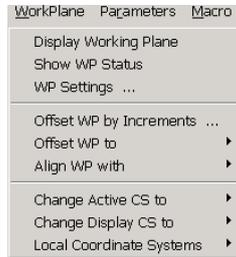

图1.9 【WorkPlane】菜单
- **【WorkPlane】** 菜单：主要用于对工作平面和坐标系的设置，如图 1.9 所示。例如：
可以使用【MenuCtrl】|【Edit Toolbar】菜单命令来创建工具按钮，单击此菜单后将出现如图 1.9 所示的对话框。工具按钮的命令格式为：***ABBR,SAVE_DB,SAVE**，其中*ABBR 是前缀，SAVE_DB 是工具条中按钮的名称，SAVE 为 ANSYS 的内部命令。